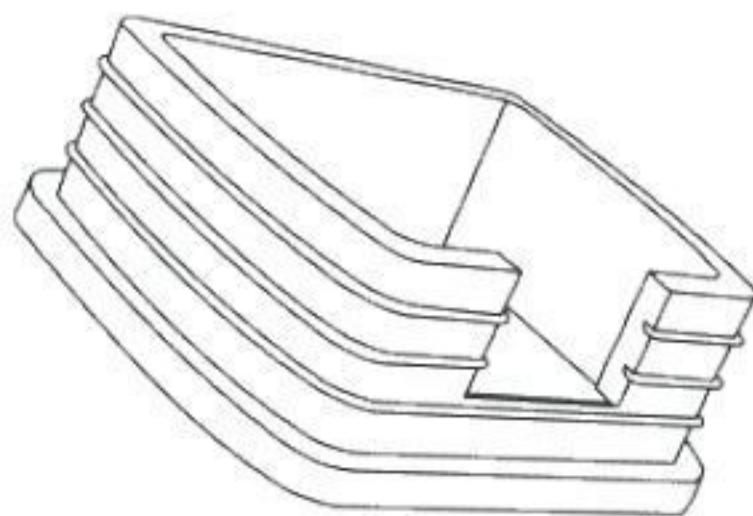

Рисунок 45. Заглушка
- заглушка несущего профиля, необходимая для закрывания торцов консоли, чтобы туда не проникли снег или грязь (рис. 45);